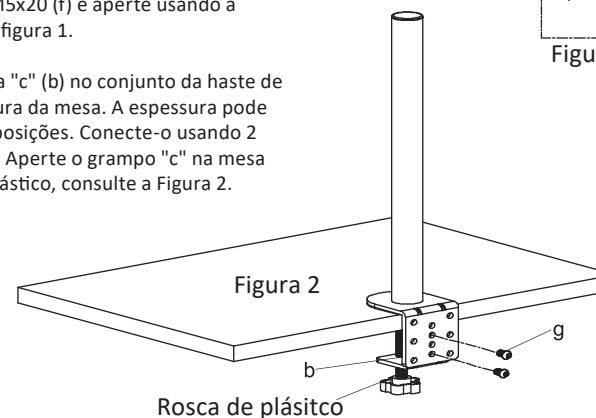

Figura 2
2. Instale a braçadeira "c" (b) no conjunto da haste de acordo com a espessura da mesa. A espessura pode ser alterada em três posições. Conecte-o usando 2 parafusos M6 x12 (g). Aperte o grampo "c" na mesa girando o botão de plástico, consulte a Figura 2.